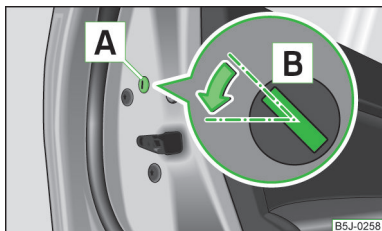

Fig. 158
- Demontați masca **A** » fig. 158.